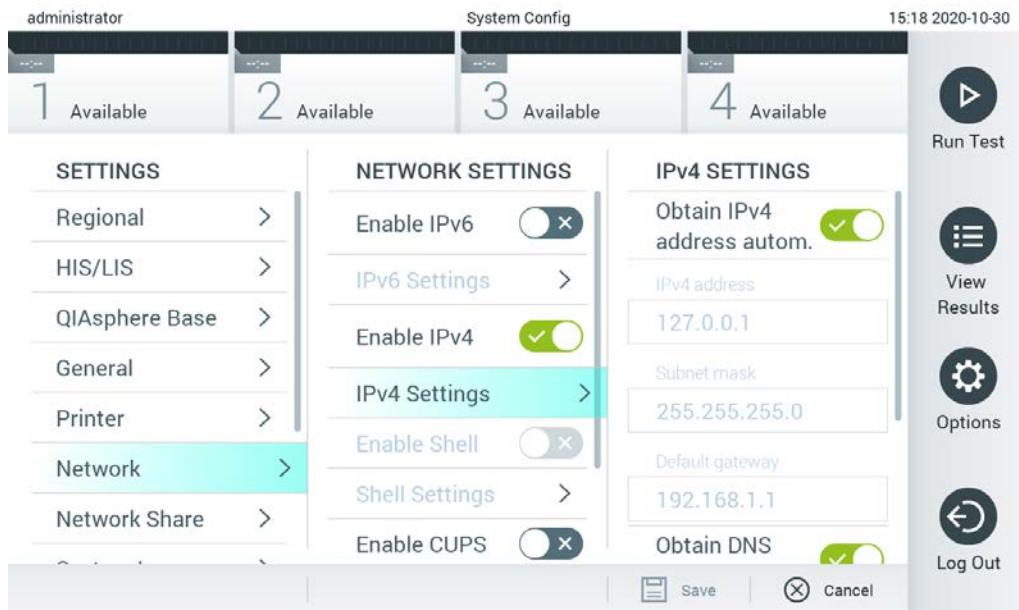

Figura 68. Configurarea setărilor de rețea.
2. Selectați **Network** (Rețea) din lista de setări din coloana din stânga (Figura 68).